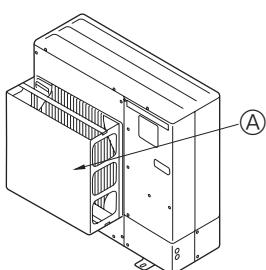
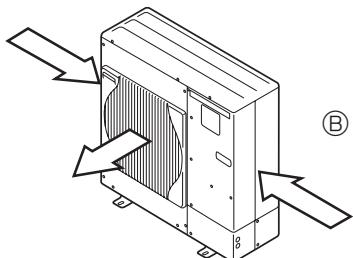

Fig. 2-3
Fig. 2-4
- ② Installare una guida per la bocca di uscita dell'aria opzionale nel caso l'unità venga installata in un luogo dove vento forte causato da tifoni o da fenomeni simili possono penetrare direttamente nella bocca di uscita dell'aria. (Fig. 2-3)
- ③ Guida per la bocca di uscita dell'aria
- ④ Se possibile, posizionare l'unità in modo che la bocca di uscita soffi perpendicolarmente alla direzione del vento stagionale. (Fig. 2-4)
- ⑤ Direzione del vento